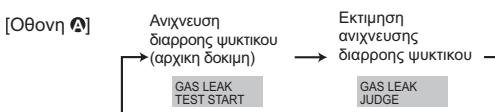

Fig. 8-2
- ② Πατηστε το κουμπι Θ CLOCK (▽) και επιλεξτε [GAS LEAK TEST START] (ΕΝΑΡΞΗ ΔΟΚΙΜΗΣ ΔΙΑΡΡΟΗΣ ΑΕΡΙΟΥ). (Fig. 8-2)